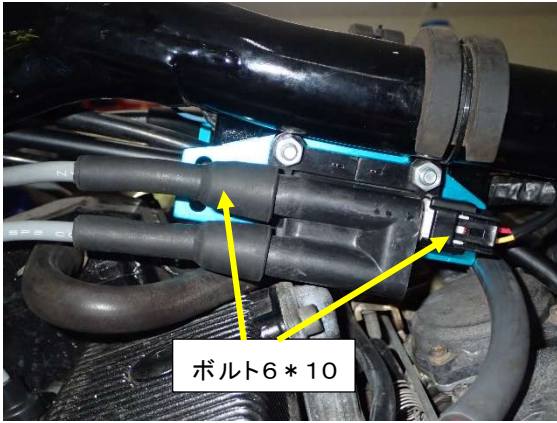

図3、#1&4コイル
- ④ ガソリンタンクを外しノーマルイグニッションコイルを取外して下さい。
- ⑤ 9ページ「プラグコードコネクタ装着方法」に従ってプラグコードを SP2 コイルに装着して下さい。プラグコードノックアップはリーク防止の為、新品又は良品を使用して下さい。
- ⑥ SP2 コイルを、6*10mmボルトを使用し、位置を調整して取り付けて下さい(図3、4)。